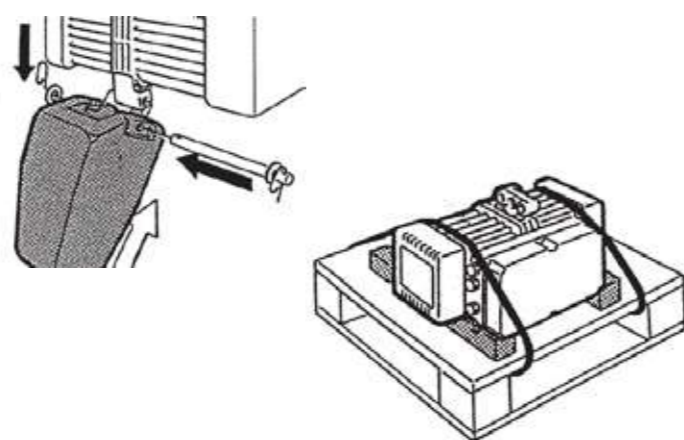

fig.13
2. Montare il raccogli catena, come in figura, sull'attacco del paranco ed inserire il perno in dotazione e la copiglia. (fig.13)
3. Imbracare il paranco al pallet predisponendo due distanziali come indicato in figura per evitare lo schiacciamento del raccogli catena e di eventuali finecorsa. (fig.13)